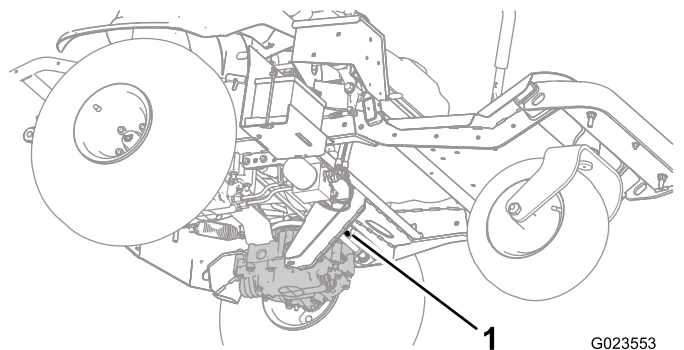
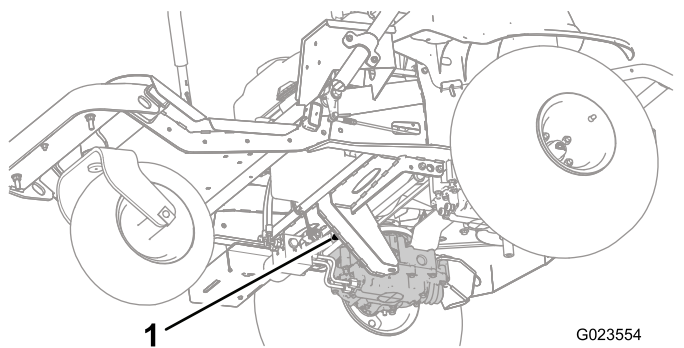
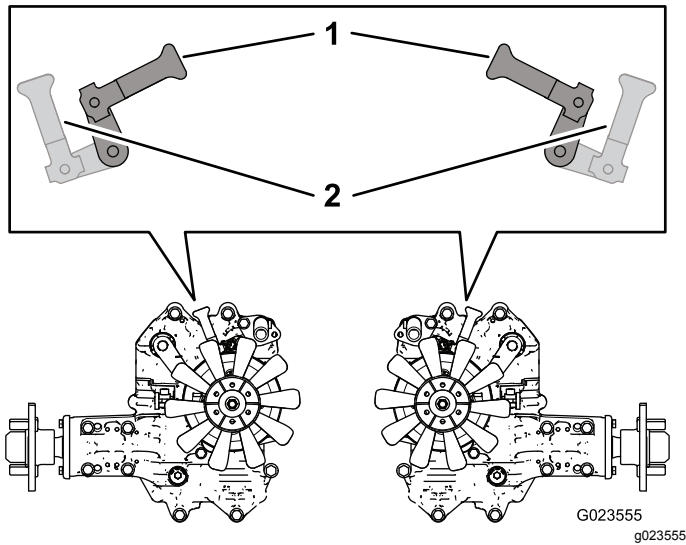

Figure 27
Figure 28
Figure 29
2. En passant sous la machine, tournez les leviers de dérivation (Figure 27 et Figure 28) pour les orienter vers l'intérieur et le centre de la machine (Figure 29), puis desserrez le frein de stationnement ; voir Utilisation du frein de stationnement \(page 24\).
3. Lorsque vous avez fini de pousser ou remorquer la machine, tournez les leviers des vannes de dérivation vers l'avant de la machine pour pouvoir conduire cette dernière (Figure 29).